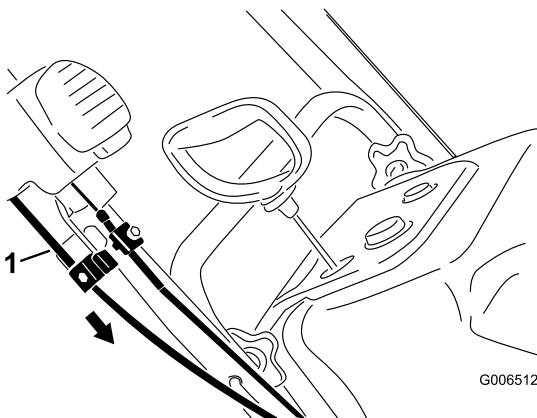

Bild 34
- Halten Sie den Auswurfkanal in der nach vorne zeigenden Position, ziehen Sie den Mantel des unteren Bowdenzugs nach unten, bis der Bowdenzug kein Spiel mehr hat. Ziehen Sie dann die Schraube an der unteren Kabelklemme fest (**Bild 34**).